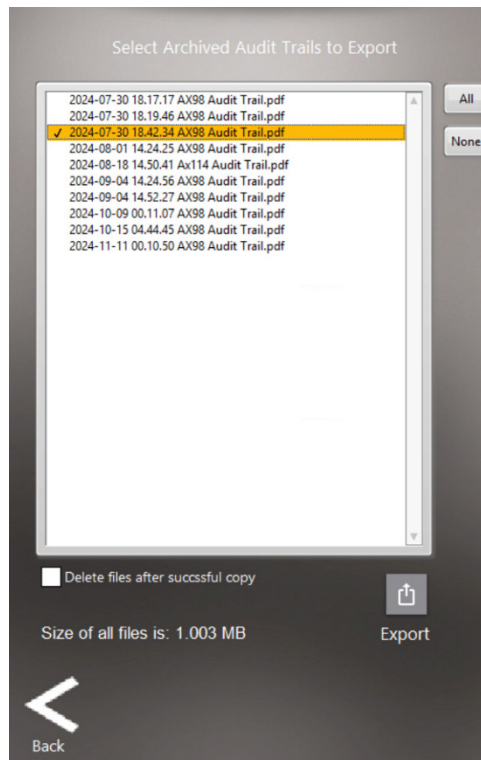

Abbildung 16: Bildschirm „Export Archived Audit Trails“ (Archivierte Audit-Trails exportieren)
2. Tippen Sie zum Exportieren eines zuvor archivierten Audit-Trails auf das Symbol **Export Archived** (Archiv exportieren) , woraufhin der Bildschirm in Abbildung 16 angezeigt wird: